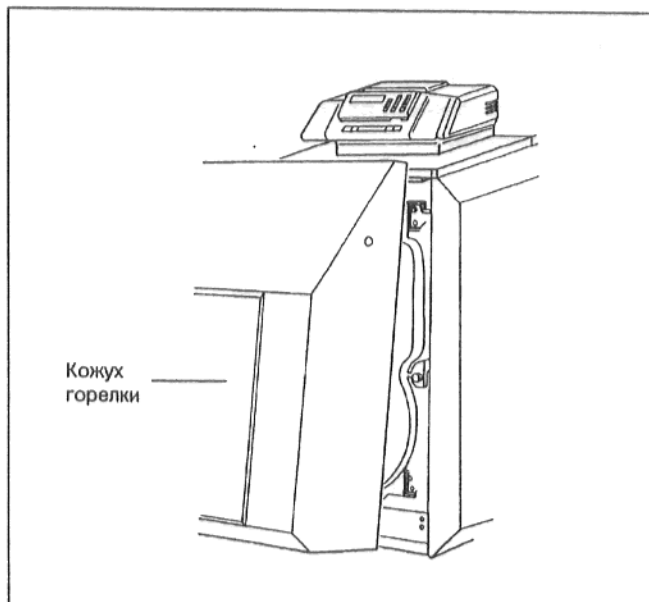

рис. 3 Кожух горелки G215 U
- У котла G215 U вначале поднять кожух горелки (рис. 3).
- Установить переключатель "Работа" (рис. 3) в положение 0 (ВЫКЛ).